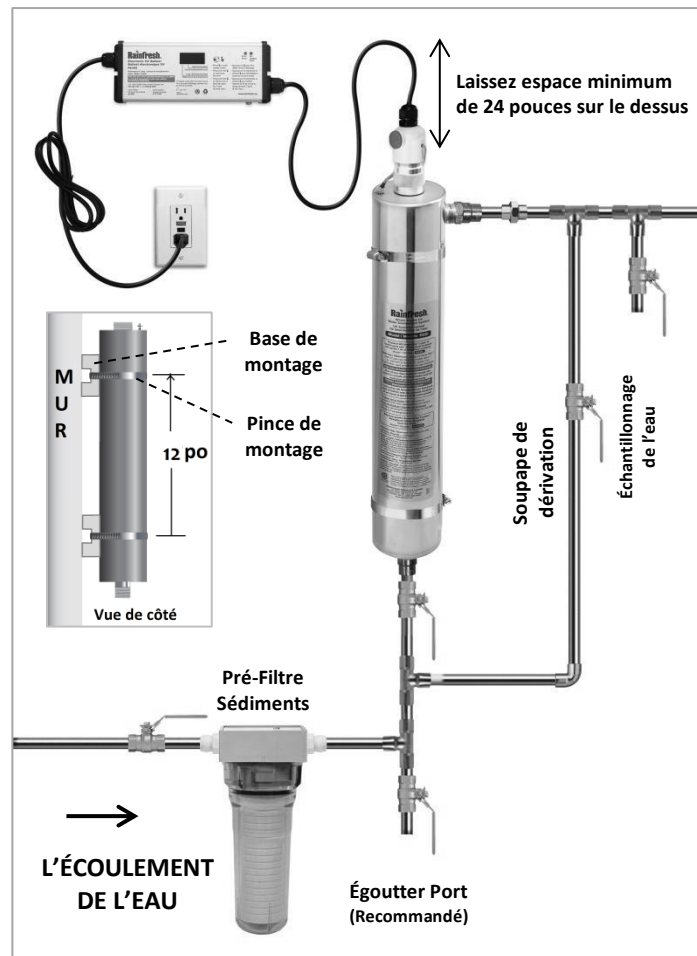

Fig 3
- Il est fortement recommandé d'installer la tuyauterie de dérivation avec une vanne d'arrêt autour de l'appareil (voir fig. 3). De cette façon, vous pouvez toujours avoir de l'eau à des fins non-potable dans le cas où vous avez besoin de retirer l'unité UV pour le service.
1. Ouvrez le sachet de matériel de montage UV (4033)(voir **Liste des pièces** page 10) : glissez une pince de montage sous une base de montage et vissez la base au mur (montant mural) avec des vis de base, comme illustré sur la Fig. 3 et la vue de côté de la Fig. 3. Utilisez des chevilles murales appropriées si l'installation n'est pas effectuée sur un montant mural.
4. Installez le régulateur de tension (R830B) au-dessus de la chambre de désinfection, et fixez-le au mur avec les vis (4044) (voir Fig 3).
5. Installez la nouvelle plomberie en utilisant la Fig 3 comme référence pour voir à quoi doit ressembler l'installation finale. L'entrée et la sortie du système UV sont des raccords mâles MNPT de 3/4 po.
6. Si vous prévoyez drainer le système en hiver pour prévenir le gel, installez un té de 3/4 po sous l'entrée du système, et posez-y une valve à bille et un bout de tuyau en cuivre (voir Fig 3).
7. Déballiez soigneusement la lampe UV (R519L/R830L) et le tube de quartz (R519QD/R830QD). **Remarque:** manipulez la lampe et le tube de quartz par les extrémités et portez des gants propres et secs. Le joint torique (515) de l'écrou de compression est installé à l'usine dans la rainure de l'écrou de compression. Le joint torique du tube de quartz (4032) est dans un sac de plastique séparé.